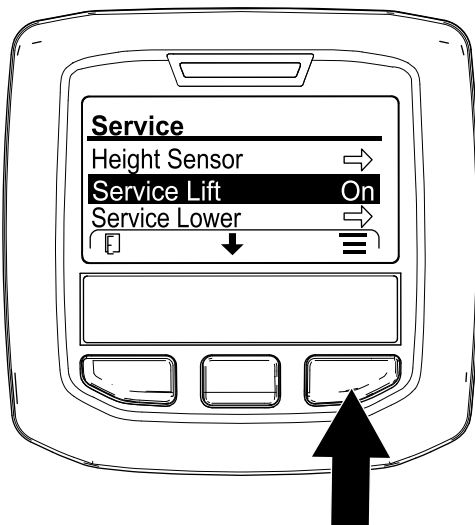

図 131
4. インフォセンターの中央のボタンを何度か押して SERVICE LIFT 整備用に上昇 図 131 を選択し、右ボタンを押す。